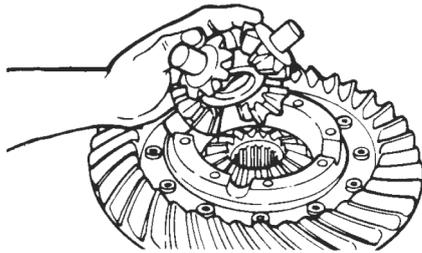

Figura 78
- G- Monte a cruzeta, os satélites com as respectivas arruelas (figura 78).